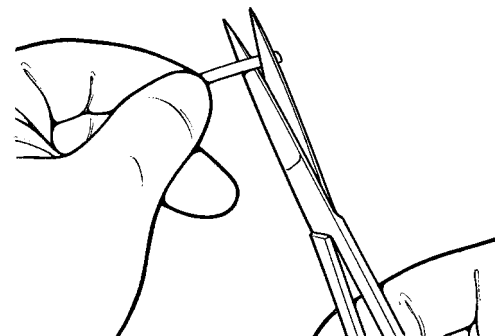

Figura 4-20. Taglio dei tubi
2. Tagliare il tubo (**Figura 4-20**) per adattarlo all'anatomia del paziente.